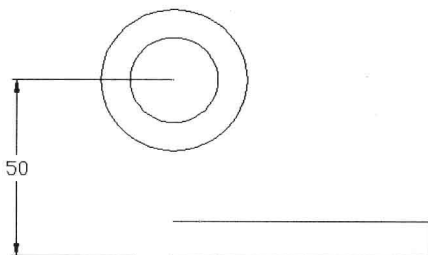

图 4-6-2
(3) 单击“常用”选项卡，在“修改”面板中单击“移动”按钮，选择全部直线对象，并按Enter键。在状态栏中单击“正交”按钮，向下移动光标，输入“50”，按Enter键，直线移动位置如图4-6-2所示。